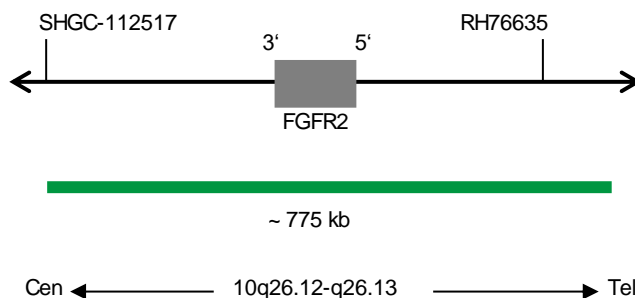

Fig. 1 : Carte de la sonde SPEC FGFR2 (pas à l'échelle)
- Polynucléotides marqués au ZyGreen (excitation 503 nm/émission 528 nm) (~10.0 ng/μl), qui ciblent une séquence de 10q26.12-q26.13* (chr10:122,908,224-123,682,373) hébergeant la région génétique FGFR2 (voir figure 1).